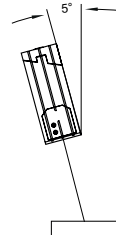

Abb. 9 Reflektierendes Objekt
- Bei stark reflektierenden oder glänzenden Objektoberflächen den Sensor um ca. 5 ° zur Objektoberfläche neigen. (Abb. 9).